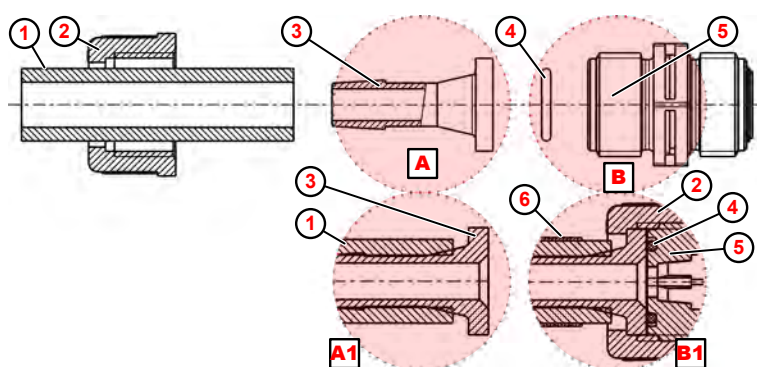

Fig. 9: Raccord de conduit et flexible avec embout et collier de serrage
1. ➤ Couper droit le flexible (Fig. 9 , ①).
2. ➤ Enfiler le collier de serrage ⑥ sur le flexible ① .
3. ➤ Enfiler l'écrou-raccord ② sur le flexible ① .
4. ➤ Pousser le flexible ① jusqu'à la collerette de butée sur l'embout ③ (détail A1).
5. ➤ Placer le joint torique ④ dans la rainure de la soupape d'aspiration ou de refoulement ⑤ .
6. ➤ Serrer l'écrou-raccord ② à fond.
7. ➤ Pousser le collier de serrage ⑥ vers le bas et le serrer à fond (détail B1).